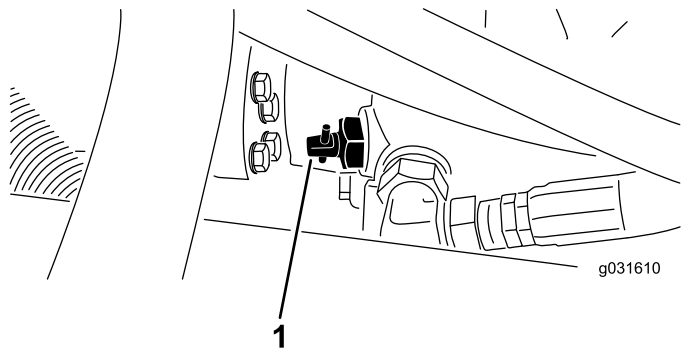

Рисунок 31
1. Найдите перепускной клапан на насосе (Рисунок 31) и ослабьте его, повернув на 90° (на 1/4 оборота).